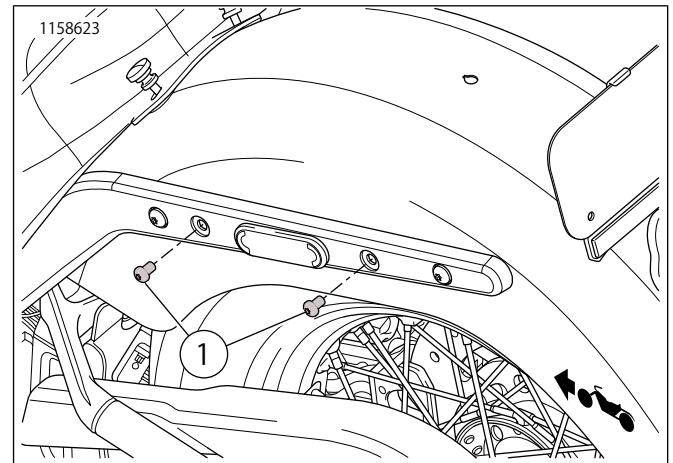

図1. スクリューの取り外し-リアフェンダー
2. 図1フェンダーサポートスクリュー(1)を緩めます。
3. 図1リアスクリュー(1)を取り外して廃棄します。